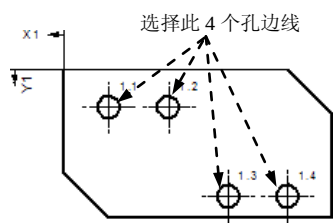

图 9.6.5 定义参照孔
Step4. 定义参考孔。确认“孔参数表”命令条中的“选择孔步骤”按钮处于按下状态，选择图 9.6.5 所示的 4 个孔边线为参照，单击按钮，然后将孔参数表移动到合适的位置，结果如图 9.6.6 所示。